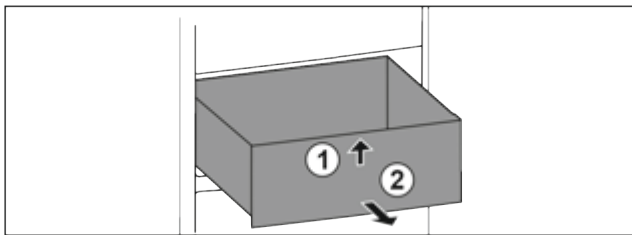

Fig. 62
- ▶ Підняти висувний ящик спереду. Fig. 62 (1)
- ▶ Вийняти висувний ящик рухом вперед. Fig. 62 (2)